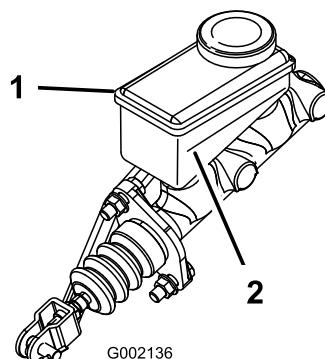

Рисунок 14
- Посмотрите на контур уровня жидкости в боковой части бачка. (Рисунок 14).
- Долейте тормозную жидкость DOT 3 в бачок, пока ее уровень не будет выше линии «Минимум» (Рисунок 14).
5. Установите резиновую заглушку в верхней части приборной панели (Рисунок 14).